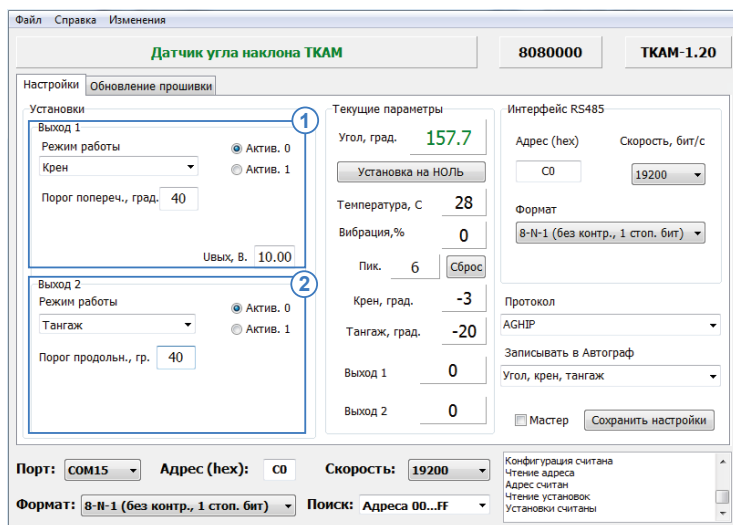

Рис.20. Настройка режимов «Крен» и «Тангаж».
**Для режима «Крен» настройте следующие параметры (Рис.20, п.1):**
**Для режима «Тангаж» настройте следующие параметры (Рис.20, п.2):**